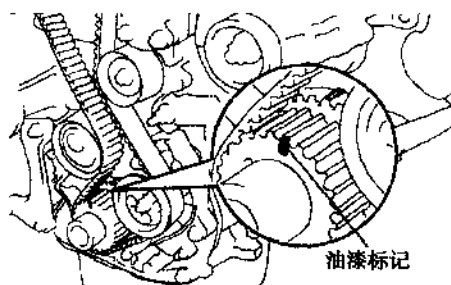
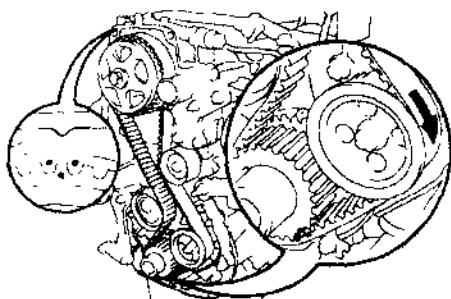

图 1-1-5 油漆标记
图 1-1-6 按发动机转动方向作标记
②将曲轴正时皮带轮的齿对准正时皮带壳的突出部分, 再涂上油漆(见图 1-1-5)。提示: 当再次使用原来的正时皮带时, 按发动机旋转方向沿正时皮带画上箭头, 再在正时皮带与凸轮轴正时皮带轮以及正时皮带与曲轴正时皮带轮上作出装配记号(见图 1-1-6)。